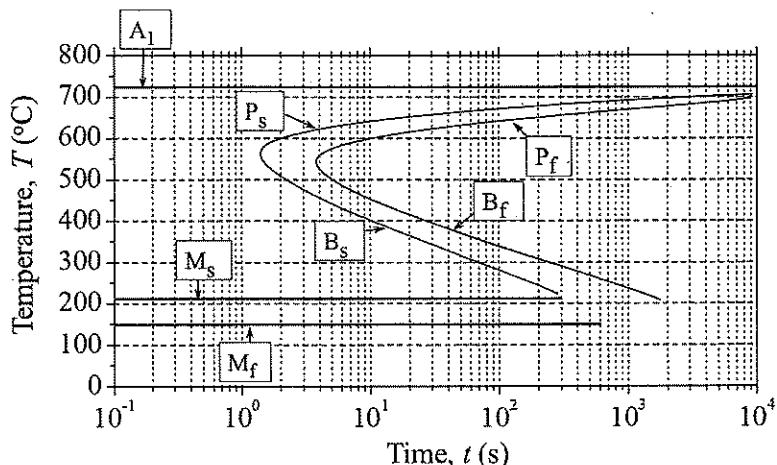

図1 共析鋼のTTT線図
問(5) 図1の $M_s$ 温度以下になると生じる無拡散変態の名称を答えなさい。